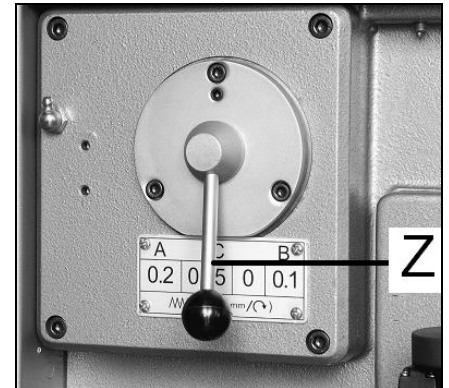

Fig 8
6.3 Autom. Pinolenvorschub Stellen Sie den gewünschten Bohrvorschub ein (Z, Fig 8).
Bei längerem Nichtgebrauch das Vorschubgetriebe auskuppeln. Schalthebel (Z, Fig 8) auf Position "0" stellen.